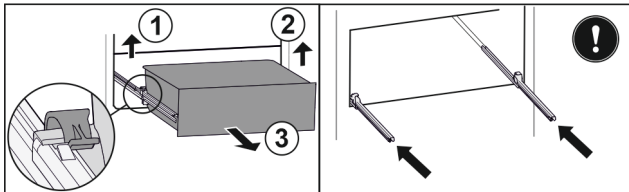

Fig. 119
- ▶ Linker klem optillen en gelijktijdig lade links naar voren trekken. Fig. 119 (1)
- ▶ Rechter klem optillen en gelijktijdig lade rechts naar voren trekken. Fig. 119 (2)
- ▶ Lade naar voren toe verwijderen. Fig. 119 (3)